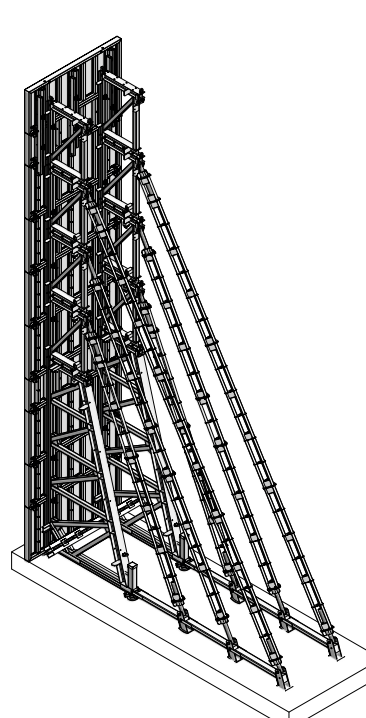

Fig. 11.4 Jusqu'à 11,00 m de hauteur de coffrage :
- Jusqu'à 11,00 m – 4 rehausses, extensions, étais Triplex SB (Fig. 11.4)